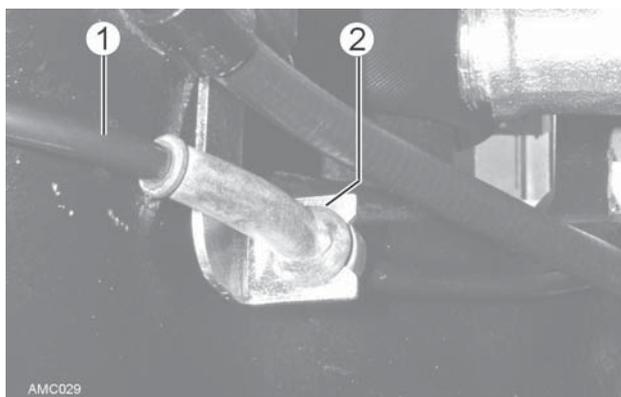

Bild 45
10. Drehzahlfühlerkabel (Bild 45 - 1) aus Halterung (Bild 45 - 2) herausnehmen.